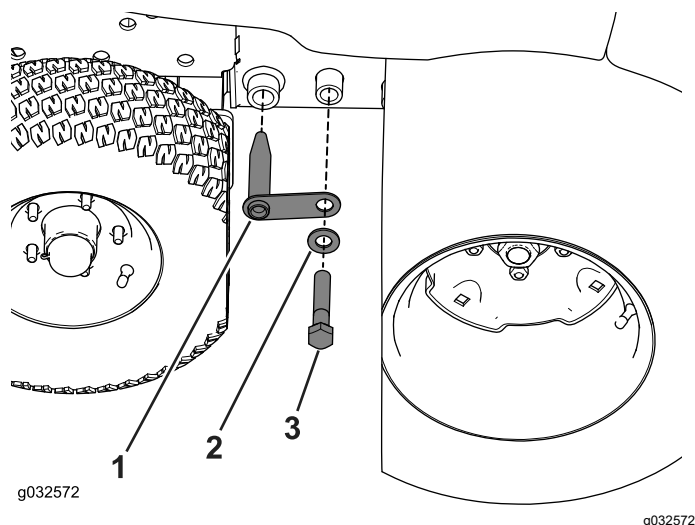

Bild 117
7. Entfernen Sie die Schraube, Scheibe und den Kupplungslenker vom Maschinenrahmen (**Bild 117**).